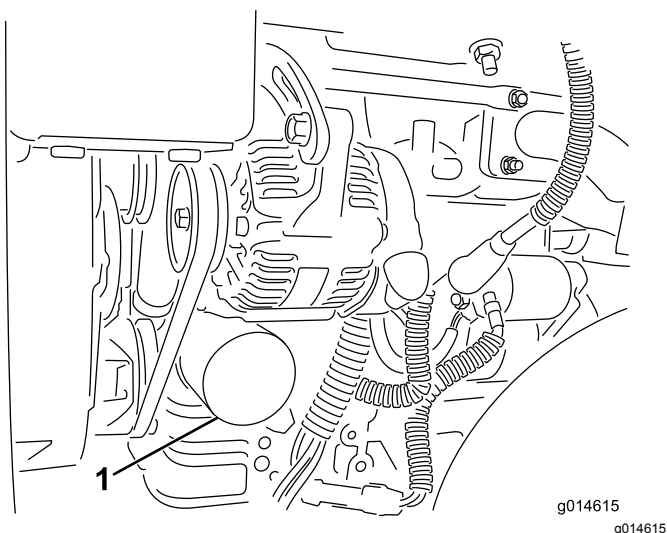

Figura 44
2. Togliete il filtro dell'olio (Figura 44). Spalmate un leggero strato di olio pulito sulla nuova guarnizione del filtro.